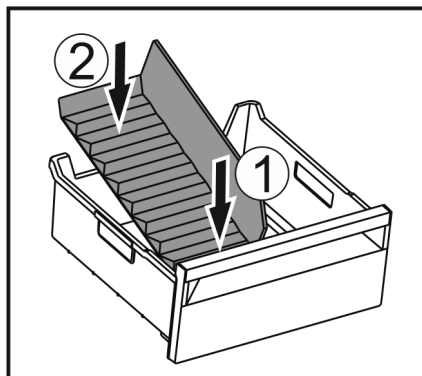

Fig. 250
- Inserire la parte anteriore del divisore dello scomparto del ghiaccio. Fig. 250 (1)
- Abbassare la parte posteriore del divisore dello scomparto del ghiaccio fino al fondo del cassetto. Fig. 250 (2)